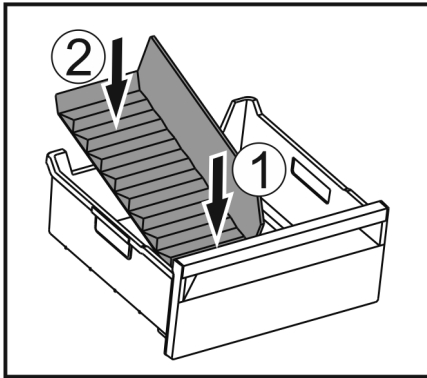

Fig. 115
- ▶ Sett inn den fremre delen av isrom-deleren. Fig. 115 (1)
- ▶ Senk den bakre delen av isrom-deleren til bunnen av skuffen. Fig. 115 (2)